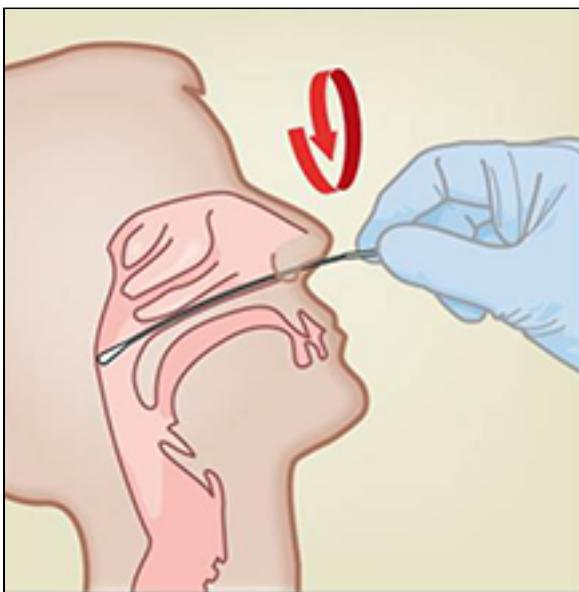

Figure 1. Prélèvement sur écouvillon nasopharyngé
1. Insérer l'écouvillon dans une narine en le passant dans le nasopharynx postérieur (voir Figure 1).